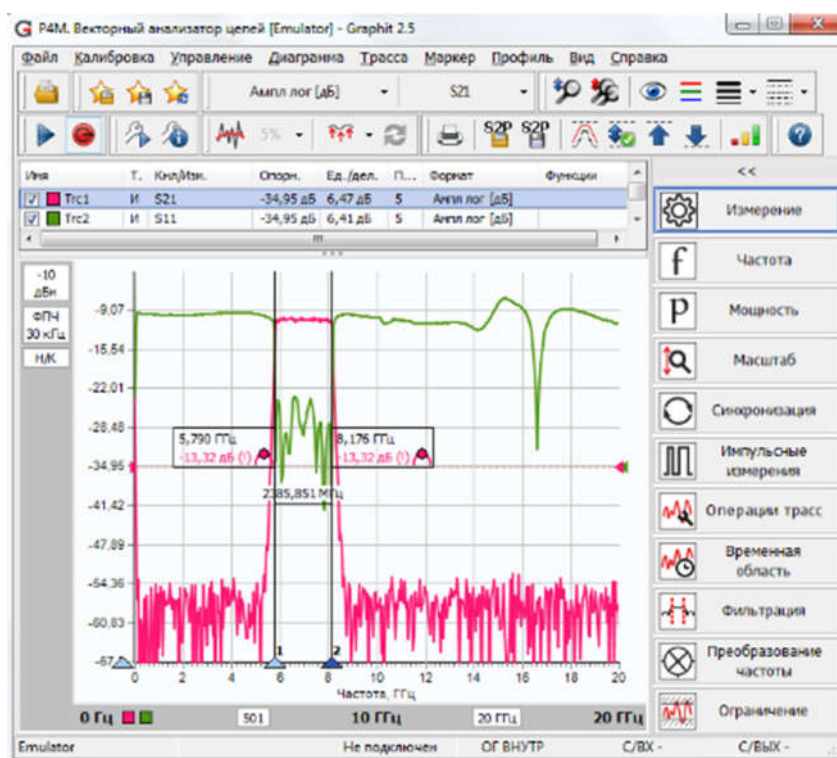

Рисунок 2.52 – Тема оформления «Стандартная»
- «Стандартная» (рисунок 2.52);